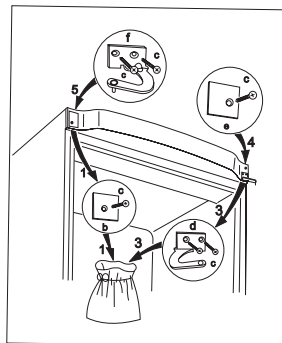

Рис. 1
- Достать из пластикового пакетика верхний держатель двери (f) и заглушку (с) и закрепить при помощи винта (с) (рис. 1).